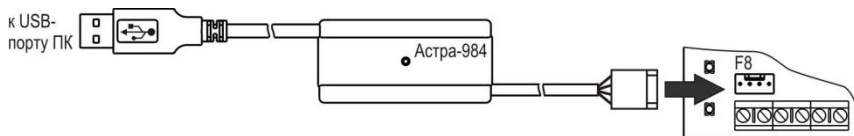

Рисунок 3
- 5) подключить блок сопряжения «Астра-984» к порту USB ПК и вилке F8 прибора (рисунок 3);